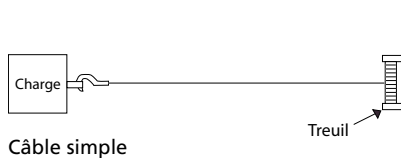

Figure 3
1. Le treuil a une capacité nominale en câble simple de 680 kg (voir Figure 3). La charge maximum nominale est calculée pour un enroulement de câble métallique sur un tambour nu. Chaque couche successive de câble ajoutée réduit la capacité maximum de 10% environ.